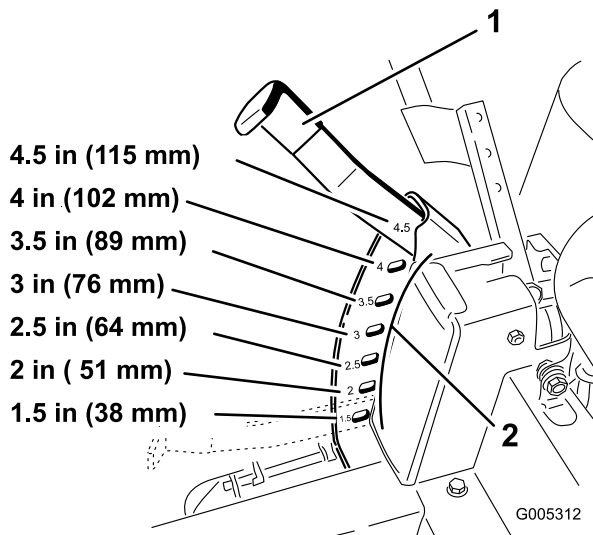

Figura 16
1. Levante la palanca de ajuste de la altura de corte a la posición de transporte, es decir, la posición de altura de corte **4,5** (que es también la posición de altura de corte de 115 mm [4-1/2 pulgadas] (Figura 16)).